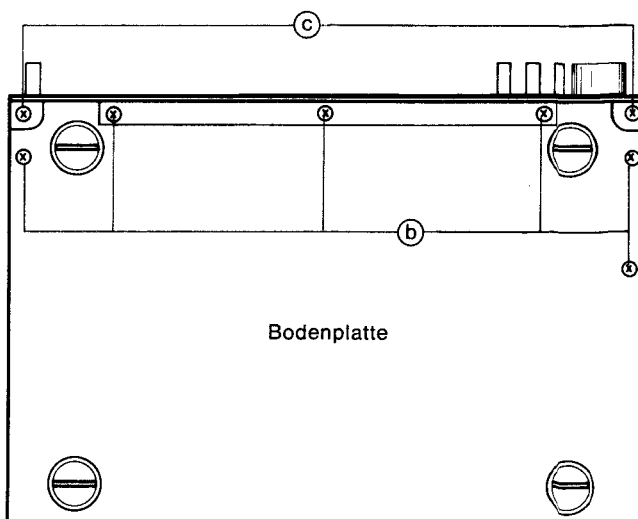

Abb. 2
3. Die Schrauben (b) auf Abb. 2 und 3 herausdrehen.
1. Vier Schrauben (c) herausdrehen (Abb. 2 und 3).